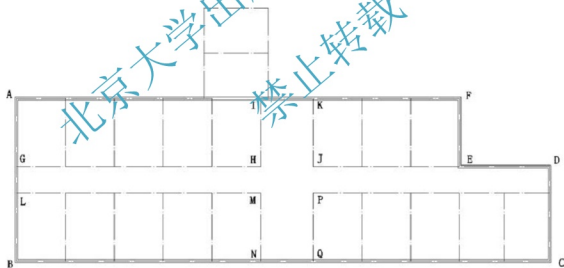

图 2.38 绘制封闭的外墙
- ⑤ 在指定起点或 [对正(J)/比例(S)/样式(ST)]: 提示下, 打开【对象捕捉】功能, 捕捉图 2.38 中的 A 点作为多线的起点。
- ⑥ 在指定下一点或 [闭合(C)/放弃(U)]: 提示下, 分别捕捉 B、C、D、E、F 角点。
- ⑦ 在指定下一点或 [闭合(C)/放弃(U)]: 提示下, 输入“C”执行【首尾闭合】命令。
这样, 就绘制出一个封闭的外墙, 结果如图 2.38 所示。